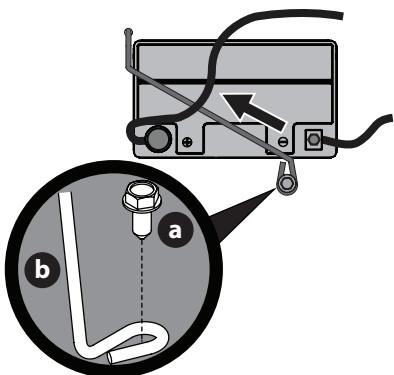

Figure 16
NOTE : Le faisceau électrique doit être placé au-dessus de la barre de retenue de la batterie. Autrement, il risque d'être endommagé (Figure 16 à la page 87).
- Retirez le boulon hexagonal (a) qui fixe la tige de retenue de la batterie (b) au châssis. Faites pivoter la tige de retenue de la batterie (b) vers le haut et retirez la batterie (Figure 16).